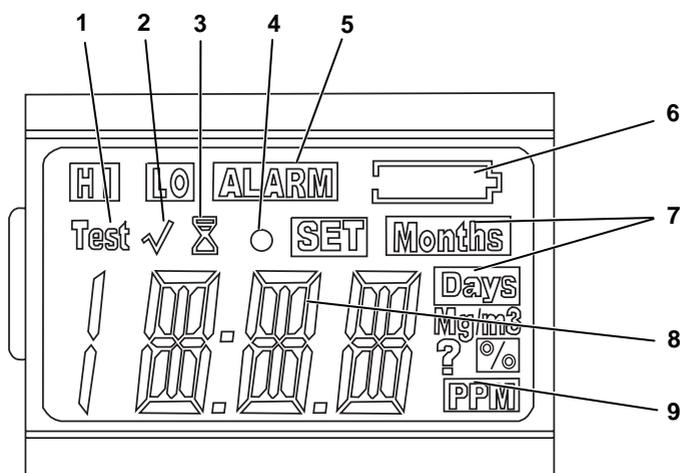

Fig. 2 Skærm/display
- så længe batteriadvarselsindikatoren (nr. 5 i Fig. 2) ikke vises, **og**